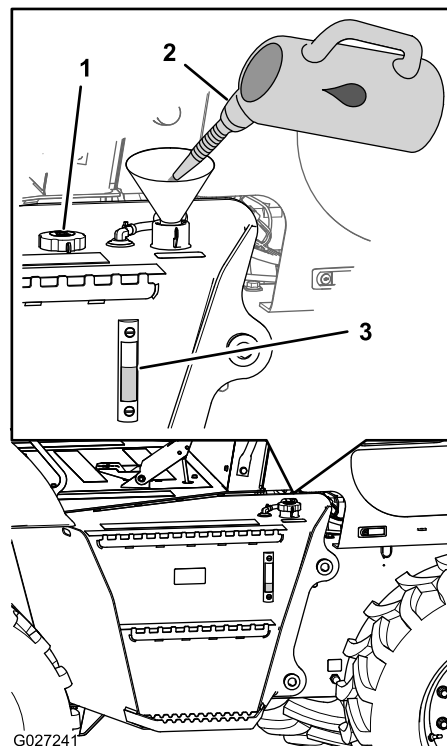

Figura 26
3. Controllate il livello del fluido idraulico dal vetro spia che si trova a lato del serbatoio idraulico (Figura 26).
4. Se il livello del fluido idraulico non è visibile dal vetro spia, togliete il tappo di riempimento (Figura 26), aggiungete il fluido idraulico specificato fino a quando il livello del fluido non arriva a metà del vetro spia e montate il tappo di riempimento.